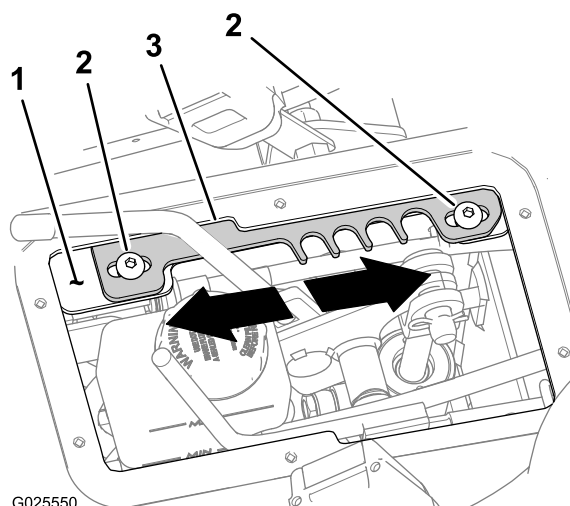

Figura 72
4. Mueva la palanca de intervalos de velocidad a la posición **T** (transporte) (Figura 72).
5. Afloje los 2 tornillos allen (5/16 x 3/4 pulgada) que sujetan la placa de retención al soporte de la palanca (Figura 72).
- Mueva la placa de retención **hacia adelante** para aumentar el límite máximo de la velocidad de avance (Figura 72).
- Mueva la placa de retención **hacia atrás** para reducir el límite máximo de la velocidad de avance (Figura 72).